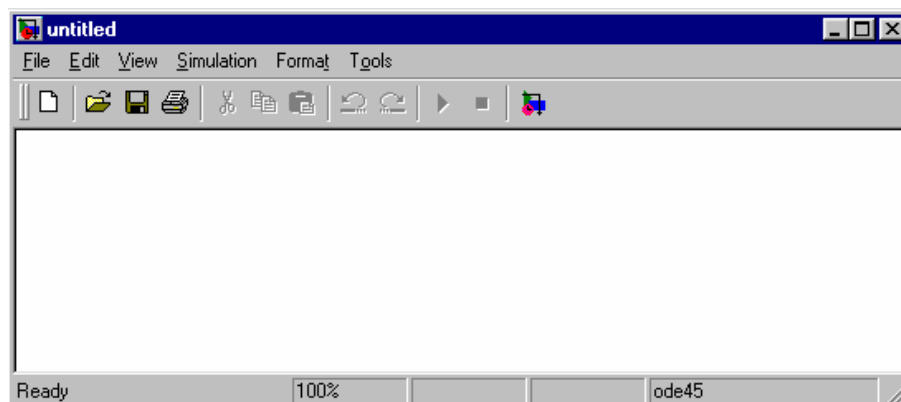

Рис.2.5. Окно новой модели
3. Используя меню пользователя окна Simulink Library Browser, открыть окно новой модели (рис.2.5). Окно новой модели по умолчанию имеет имя **untitled** (*безымянное*), которое может быть изменено при записи файла модели на диск.